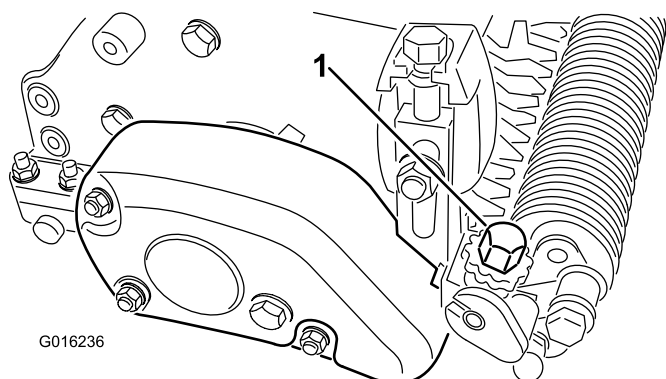

Figura 22
- En un extremo del eje del acondicionador, mida la distancia desde la punta más baja de una de las cuchillas del acondicionador hasta la superficie de trabajo. Gire el pomo de ajuste de la altura del acondicionador (Figura 22) para elevar o bajar la punta de la cuchilla a la altura de acondicionado deseada. Cada muesca del